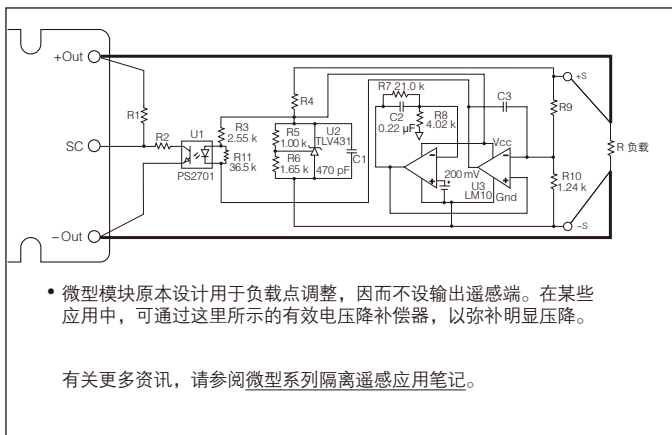

图 2-14 — 电压降补偿 (微型模块)
**SC 引脚和输出电压微调** 如需以外接电路；如运算放大器和数模转换器直接驱动 SC 引脚，以达到输出编程，应限制可能加到 SC 引脚的电压，还应考虑外接电路启动时引起的电压偏移。外接电路必以 -S 引脚为基准（微型模块应以 -OUT 引脚电压为基准）。微型模块的遥感连接，见图 2-14。